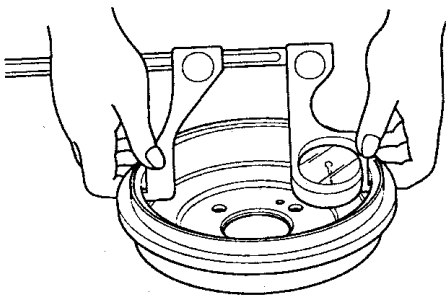

图 8-43 测量制动鼓内径
8) 如图 8-43 所示，用内径游标卡尺测量制动鼓内径。制动鼓内径标准：179.9 ~ 180.0mm；维修极限：181.0mm。